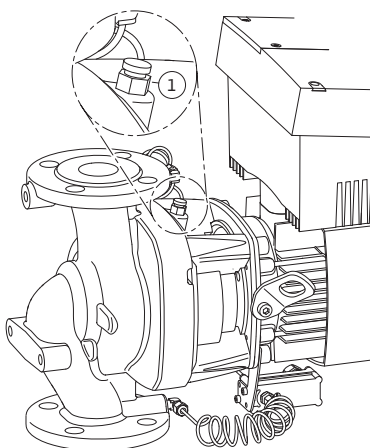

Fig. 47: Вентиляційний клапан
- Повітря з насоса видаляють, відкриваючи вентиляційний клапан (Fig. 47, п. 1). Сухий хід руйнує ковзаюче торцеве ущільнення насоса. Видаляти повітря з датчика перепаду тиску заборонено — загроза ушкодження!